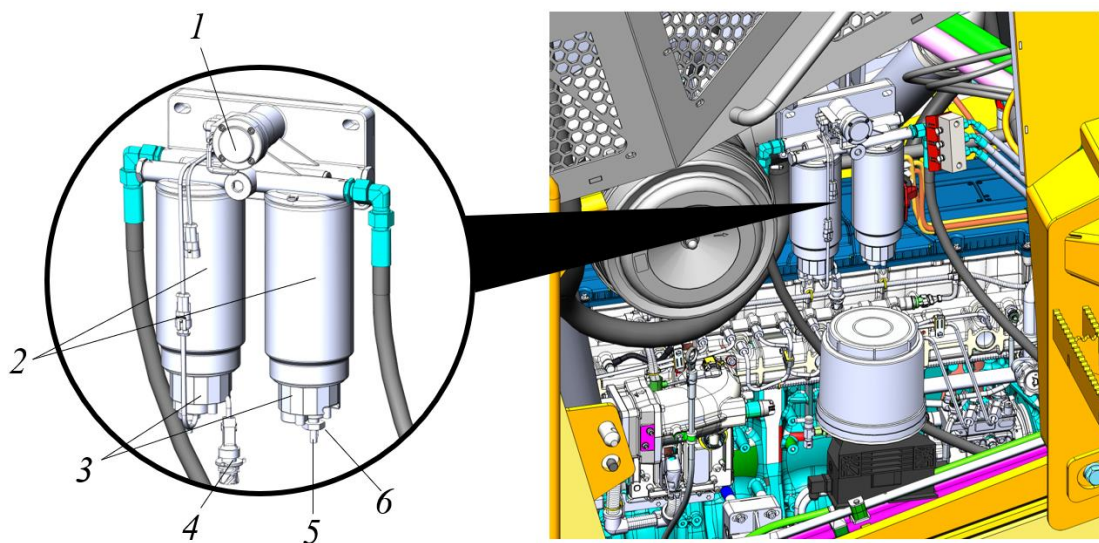

Рисунок 5.51. Фильтры предварительной очистки топлива
Фильтры предварительной очистки топлива 2 размещены в моторном отсеке с левой стороны по ходу движения машины, см. рис. 5.51.
- ▶ Разместить емкость  под сливным штуцером 5 резьбовой пробки 6, рис. 5.51.